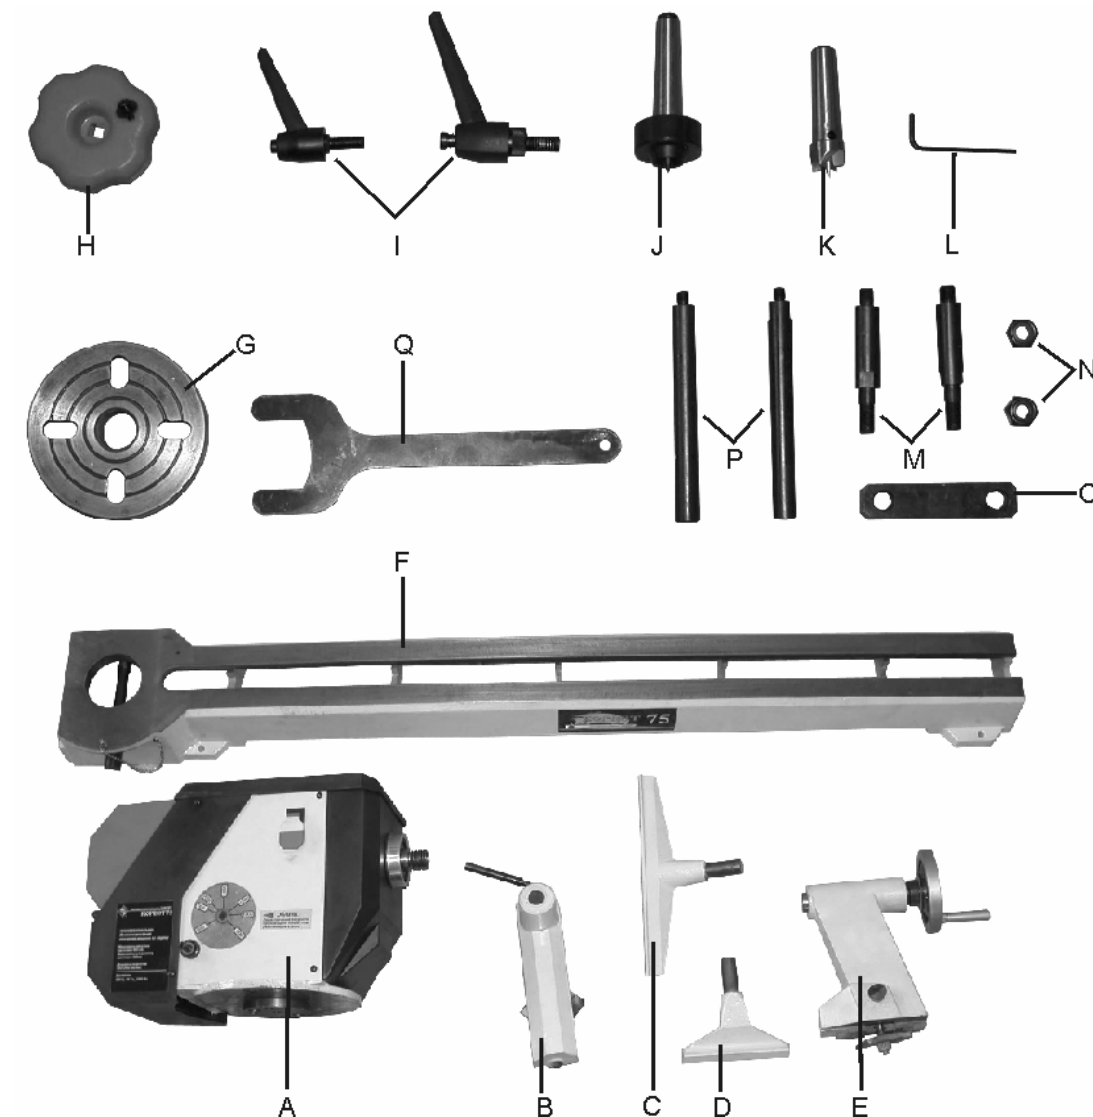

Рис.1
6.3. Проверить комплектность машины согласно (Рис.1).